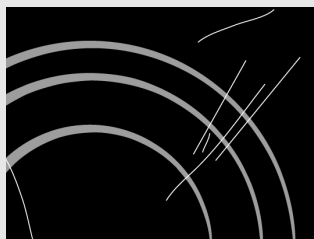

рис. 1
Каждый раз перед использованием протирайте со стеклокерамической поверхности и дна посуды пыль и грязь, которые могут поцарапать поверхность (рис. 1).
- ⚠ **Для очистки варочной поверхности нельзя использовать агрессивные чистящие спреи и неподходящие жидкие чистящие средства (рис. 1 и 2).**